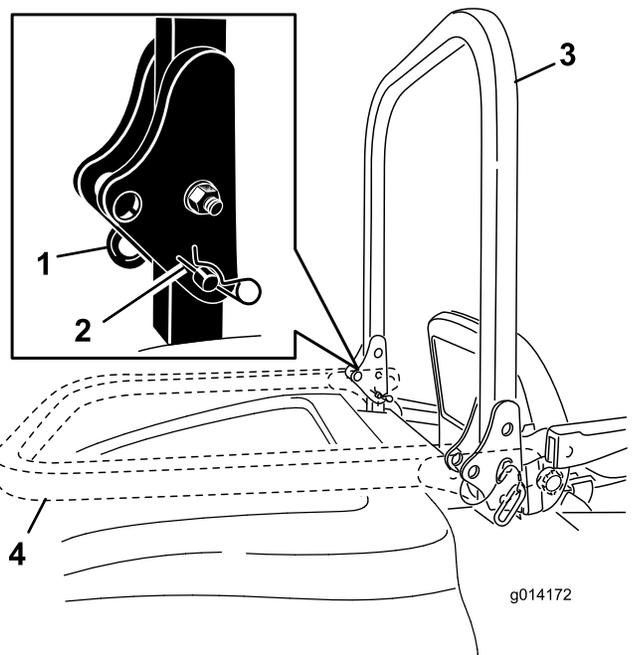

图14
1. 要放低翻车保护杆请取下发卡销将翻车保护杆向前推到顶住弹簧然后卸下 2 个柱销 图14。
2. 将翻车保护杆放低到向下位置 图14。
3. 安装 2 个柱销并用发卡销将其固定 图14。
4. 要升起翻车保护杆请取下发卡销然后卸下 2 个柱销 图14。
5. 将翻车保护杆提升至直立位置然后安装 2 个柱销并用发卡销将其固定 图14。